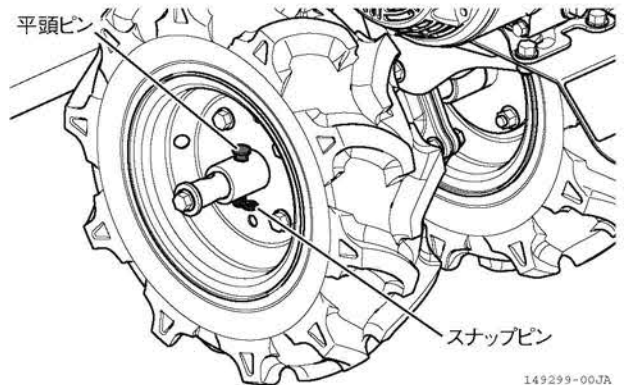

図 3-11 タイヤ幅の調節のしかた
3. タイヤ外側の穴に平頭ピンを差して、軸とタイヤを固定し、スナップピンを取り付けます。このとき、簡易旋回機構は機能しなくなります。(図 3-11)